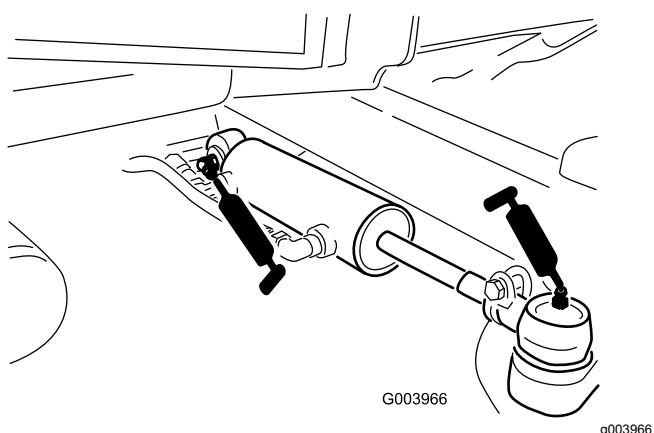

Figura 42
- Rótulas del cilindro de dirección (2) (Figura 42)